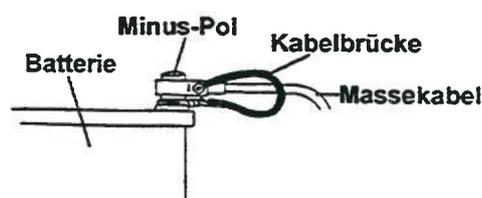

Bild 1
- 2.4 Mit einer Kabelbrücke den Minuspol der Batterie mit dem Massekabel des Fahrzeugs verbinden (siehe Bild 1).